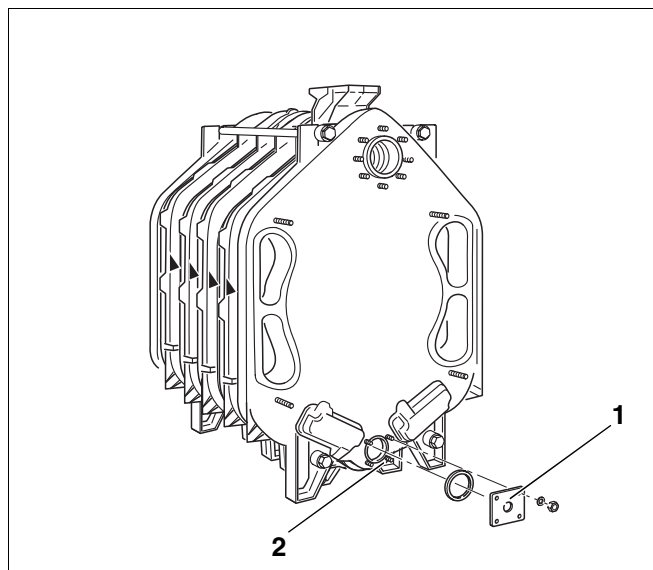

Fig. 22
- Monter flangen med $\frac{3}{4}$ " gevindhul til påfyldnings- og tømningstilslutningen på bagsiden af den nederste nippelgang (Fig. 22, **pos. 2**) (kantlængde: 130 mm) (Fig. 22, **pos. 1**).
- Hvis en af nippelforbindelserne er utæt, skal vandet først aftappes gennem påfyldnings- og tømningshanen. (Fig. 22, **pos. 1**).